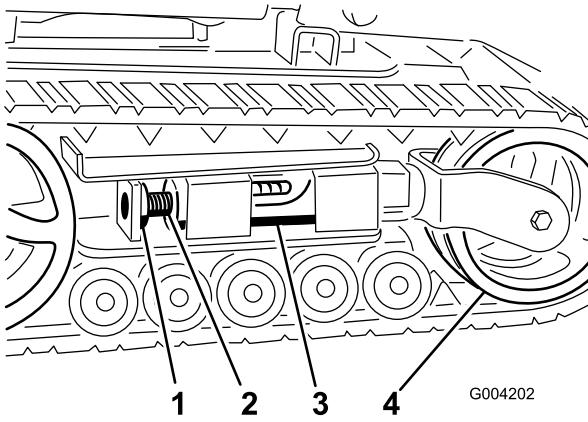
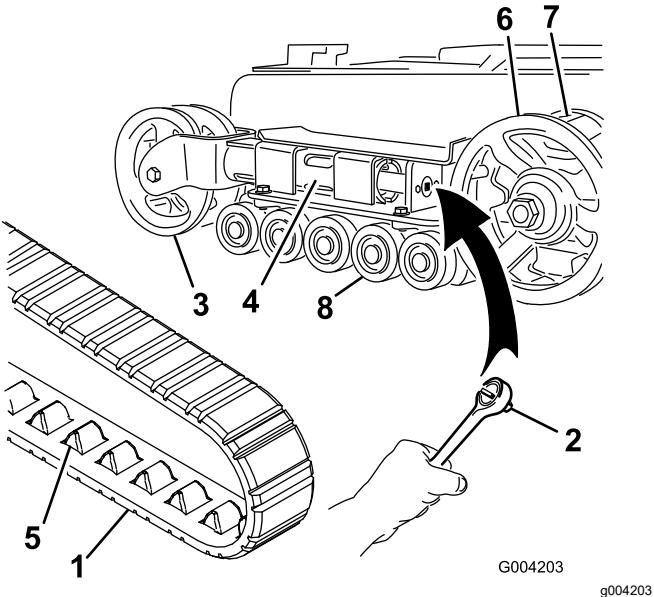

Bild 45
Bild 46
4. Entfernen Sie die Befestigungsschraube und Mutter (Bild 45).
6. Richten Sie die am nächsten liegende Kerbe in der Spannschraube mit dem Loch der Befestigungsschraube aus und befestigen Sie die Schraube mit der Befestigungsschraube und Mutter (Bild 45).
**Hinweis:** Sie haben Schmalspurketten, wenn die vorderen Spannungsräder an der Innenseite einer Gabel am Ende des Spannungsrohrs montiert sind (Bild 46).
5. Lösen Sie die Antriebsspannung mit einer Ratsche ( $\frac{1}{2}$ "), indem Sie die Spannschraube nach rechts drehen (Bild 45 und Bild 46).
6. Drücken Sie das Spannrad zur Rückseite der Maschine, um den Druckschlauch gegen den Rahmen zu bewegen (Bild 46).
8. Wenn Sie die Kette vom Spannrad entfernt haben, entfernen Sie sie auch vom Antriebsrad und den Straßenrädern (Bild 46).
9. Legen Sie die neue Kette, beginnend beim Antriebsrad, um das Rad und stellen Sie sicher, dass die Stollen an der Kette zwischen die Zahnräder am Kettenrad passen (Bild 46).
10. Drücken Sie die Kette unter und zwischen die Straßenräder (Bild 46).
5. Lösen Sie die Antriebsspannung mit einer Ratsche ( $\frac{1}{2}$ "), indem Sie die Spannschraube nach rechts drehen (Bild 45 und Bild 47).
6. Setzen Sie die eingefettete Straßenradkappe auf den Schraubenkopf (Bild 46).
7. Befestigen Sie die Straßenradkappe mit dem Sprengring (Bild 46).